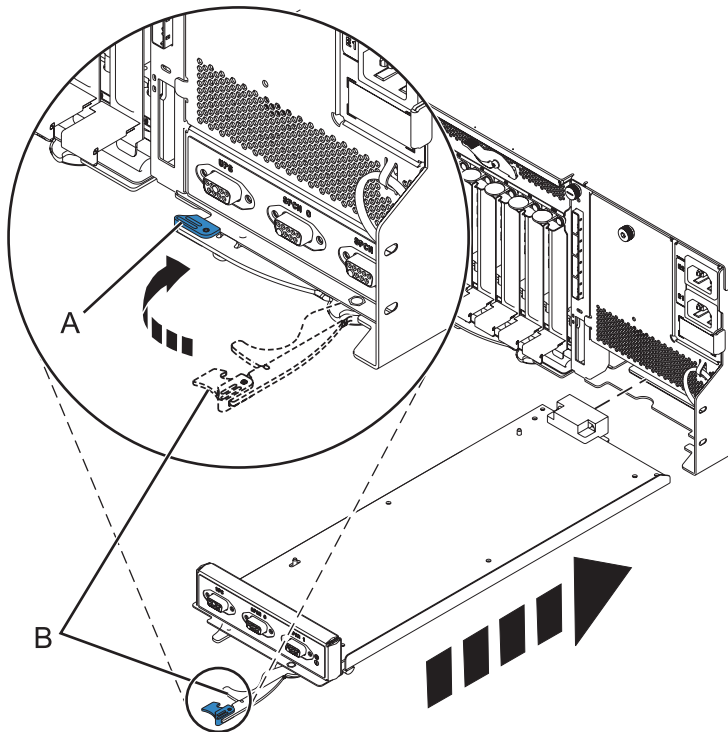

Figure 60. Remplacement du contrôleur de gestion du boîtier
6. Insérez avec précaution le contrôleur de gestion du boîtier dans le système et fermez le loquet (A), comme indiqué dans la figure 60.